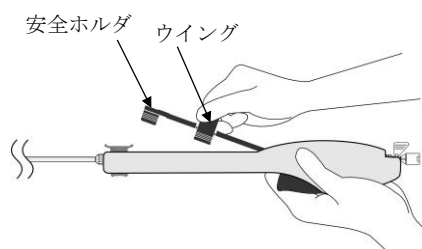
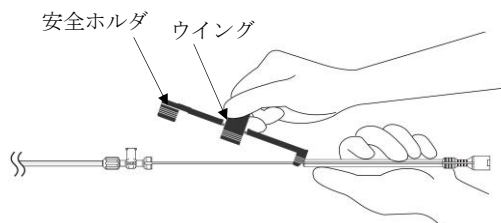

図 10-1
図 10-2
- 7)ステントの展開の直前に、安全ホルダをデリバリーシステムから取り外す(図 10-1、図 10-2)。